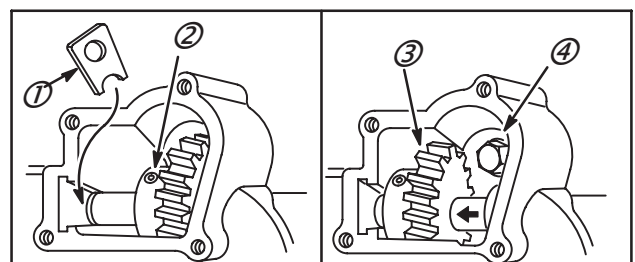

Fig. 50
3. Sortir l'arrêt d'arbre (1), Fig. 50.
NOTE : Le carter est fixé par six vis. Cinq vis sont apparentes. La sixième est logée sous le carter de prise de force auxiliaire, Fig. 50.